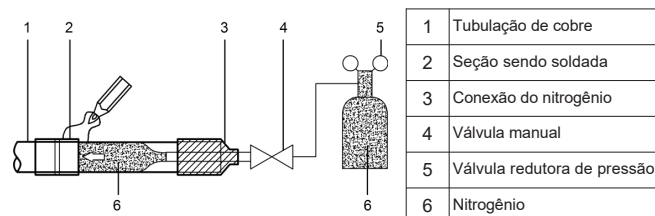

Figura 20
- Durante a soldagem, quando o tubo está cheio com nitrogênio, a pressão do nitrogênio deve ser reduzida para 0,02 MPa usando a válvula de liberação de pressão. Consulte a Figura 20.